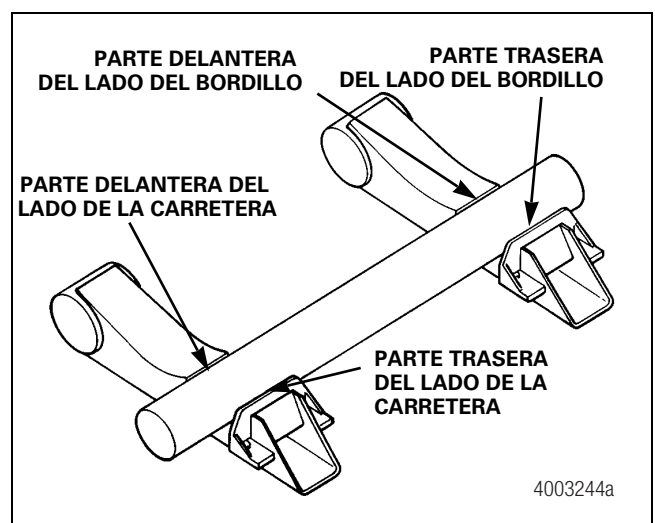

Figura 7.17
- Algunos soportes se conectan con los ejes de semirremolque mediante soldaduras múltiples. Por ejemplo, en cada uno de los sitios de soldadura que aparecen en la Figura 7.17, la parte delantera del lado de la carretera, la parte trasera del lado del bordillo, etc., se aplican tres cordones de soldadura. Para minimizar la distorsión del eje en esta situación, se puede establecer una secuencia de soldaduras. Lo anterior supone alternar los cordones de soldadura desde la parte delantera hasta la parte trasera de un soporte individual y entre los soportes ubicados en los lados de la carretera y del bordillo del eje. Lo anterior contrasta con la realización de todas las soldaduras en un sitio del soporte antes de aplicar las soldaduras en otros puntos.